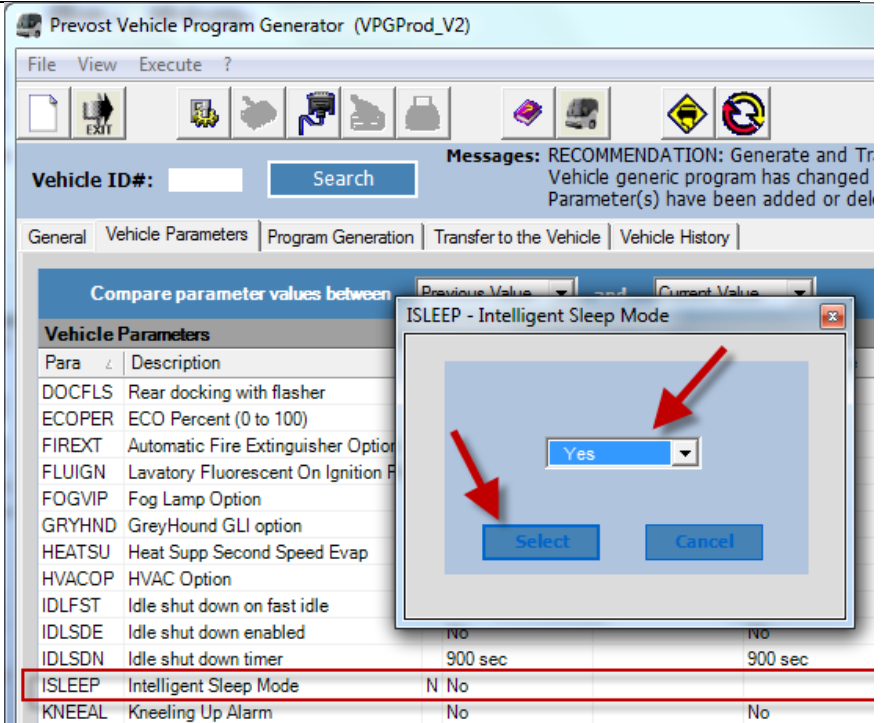

FIGURE 9 : PARAMÈTRE ISLEEP
13. Sur un établi, marquer l'emplacement des trous tel qu'indiqué à la Figure 9: utiliser la base de relais comme gabarit.
15. Utiliser trois (3) vis auto-taraudeuses **5001245** pour fixer le sous-ensemble de relais sur la plaque.